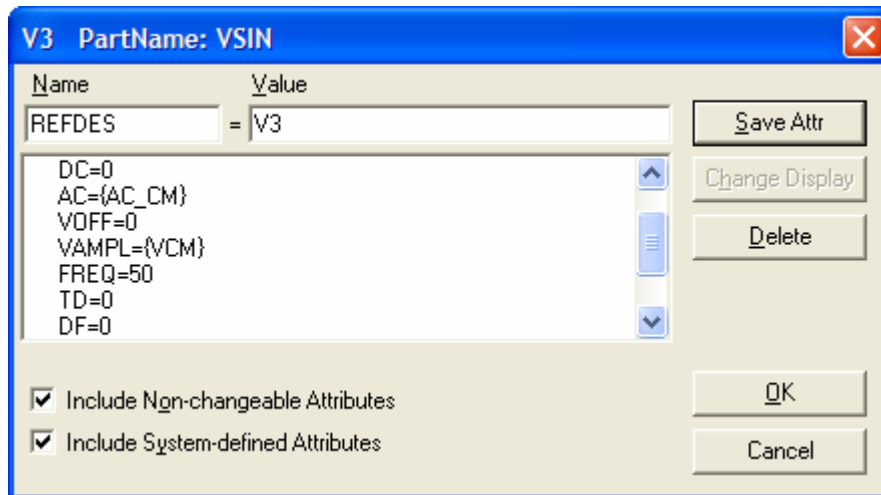
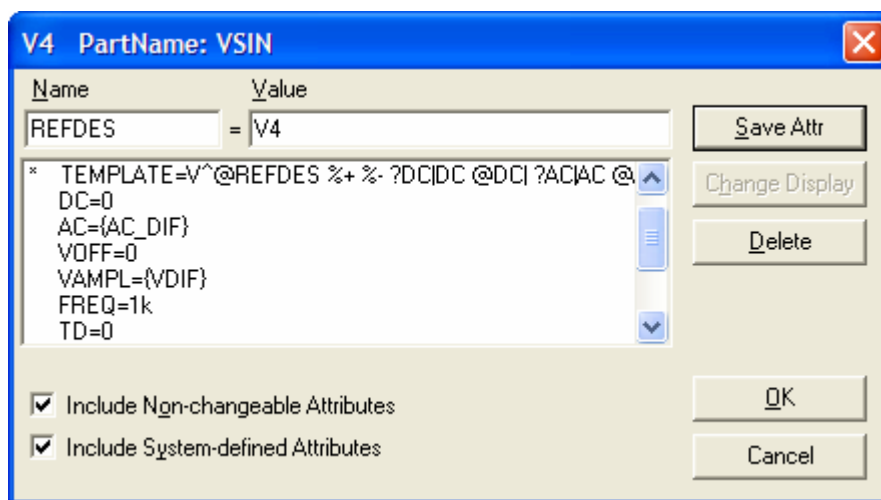

Рис. 4.1.4
Рис. 4.1.5
2. Включить на входе источники дифференциального ( $V4$ ,  $V5$ ) и синфазного ( $V3$ ) сигналов (источники синусоидального напряжения  $VSIN$  из библиотеки  $SOURCE.slb$ ). Установить атрибуты источника синфазного сигнала  $V3$ :  $DC = 0$ ,  $AC = \{AC\_CM\}$ ,  $VOFF = 0$ ,  $VAMPL = \{VCM\}$  (рис. 4.1.4). Атрибут  $FREQ$  установить в соответствии с номером варианта (табл. 4.1.2):  $FREQ = f_{cm}$ . Установить атрибуты источников  $V4$  и  $V5$ :  $DC = 0$ ,  $AC = \{AC\_DIF\}$ ,  $VOFF = 0$ ,  $VAMPL = \{VDIF/2\}$  (рис. 4.1.5). Атрибуты  $FREQ$  установить в соответствии с номером варианта (табл. 4.1.2):  $FREQ = f_d$ .